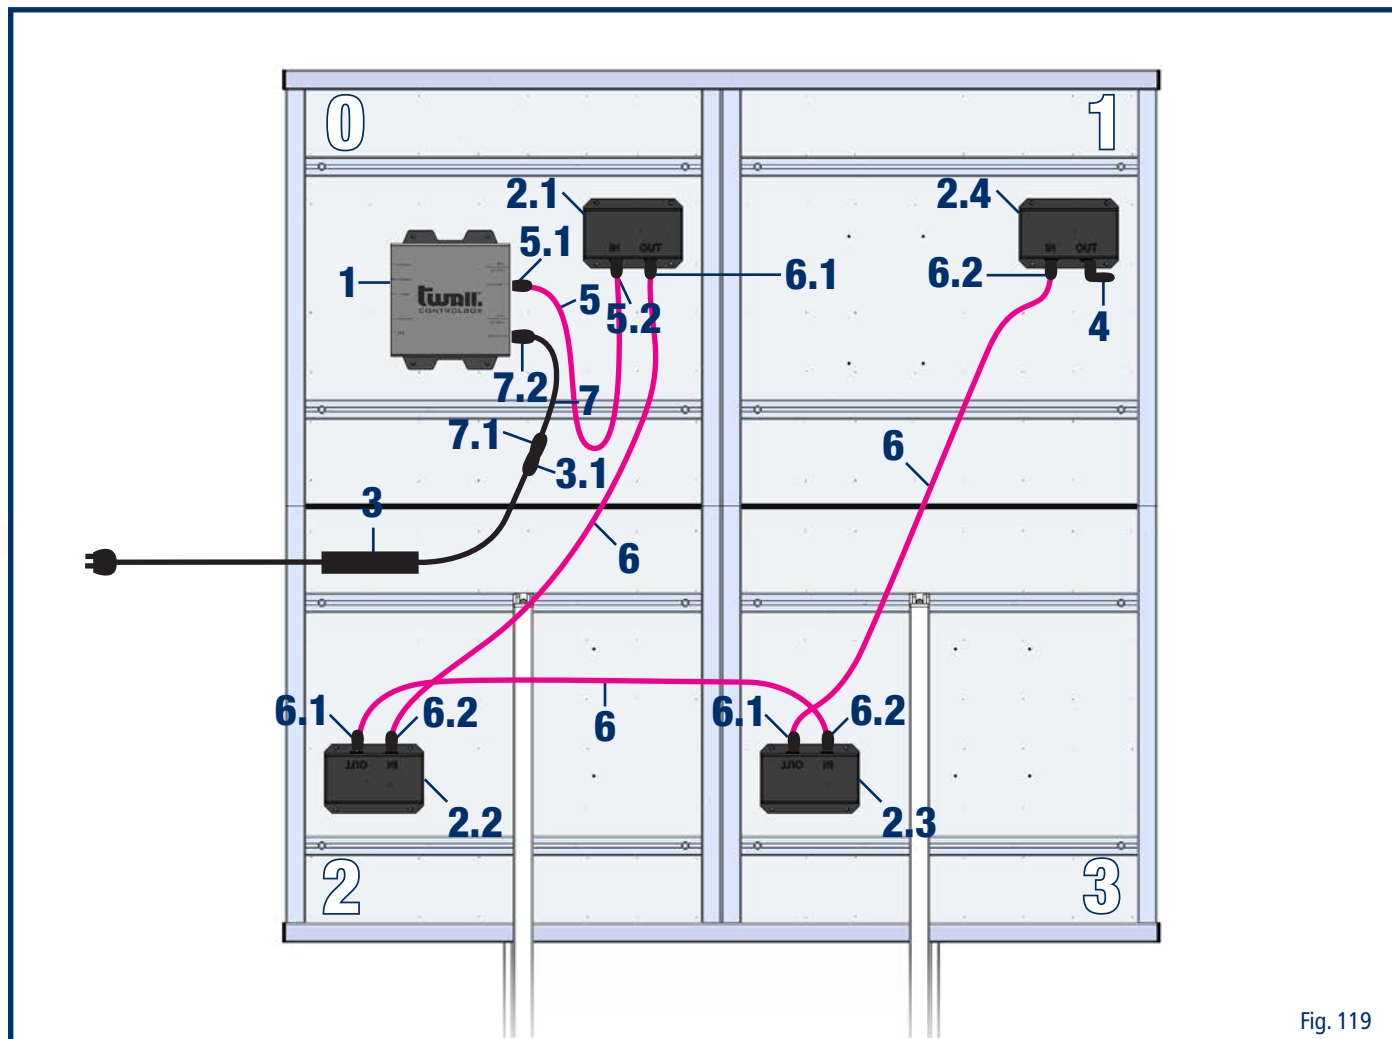

Fig. 119
Ci-après une description de la pose des câbles de raccordement pour le module twall® A64 (variante mobile). Voir Fig. 119.
- Raccordez le connecteur (3.1) à la fiche triphasée (7.1) de la rallonge (7).
- 1x rallonge, bloc d'alimentation (7) avec fiche XLR triphasée (7.1) et connecteur XLR triphasé (7.2)
- Raccordez le connecteur (7.2) à l'entrée **POWER IN** du boîtier de commande (1).
- 1x résistance de terminaison (4)
- 1x câble Power-CAN (5) avec fiche XLR 4 pôles (5.1) et connecteur XLR 4 pôles (5.2)
- Raccordez la fiche (5.1) au boîtier de commande (1), Sortie **TWALL OUT**.
- 3x câble Power-CAN (6) avec fiche XLR 4 pôles (6.1) et connecteur XLR 4 pôles (6.2)
- Pour l'ordre de raccordement recommandé des câbles Power-CAN, voir Fig. 119.